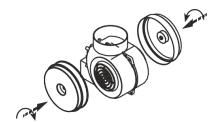

рис. 7А
6.3 В зависимости от режима эксплуатации кухонной вытяжки соедините вентилятор с вентиляционной решеткой полужестким гофрированным воздуховодом (рис. 7) или установите на вентилятор угольные фильтры.